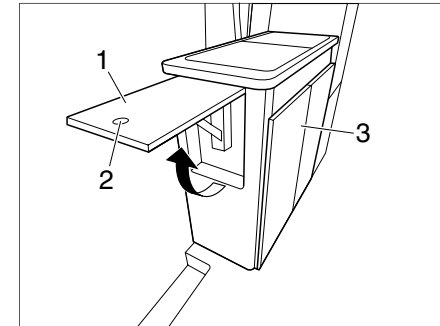

Bild 35 Spüle mit Unterschrank
Die Schubladen unter den Schranktüren (Bild 35,3) lassen sich nach innen und außen herausziehen. An der Seite des Küchenblocks kann eine zusätzliche Arbeitsfläche (Bild 35,1) ausgeklappt werden.
- ▶ In die Bohrung an der Arbeitsfläche (Bild 35,1) greifen und Arbeitsfläche nach oben klappen.